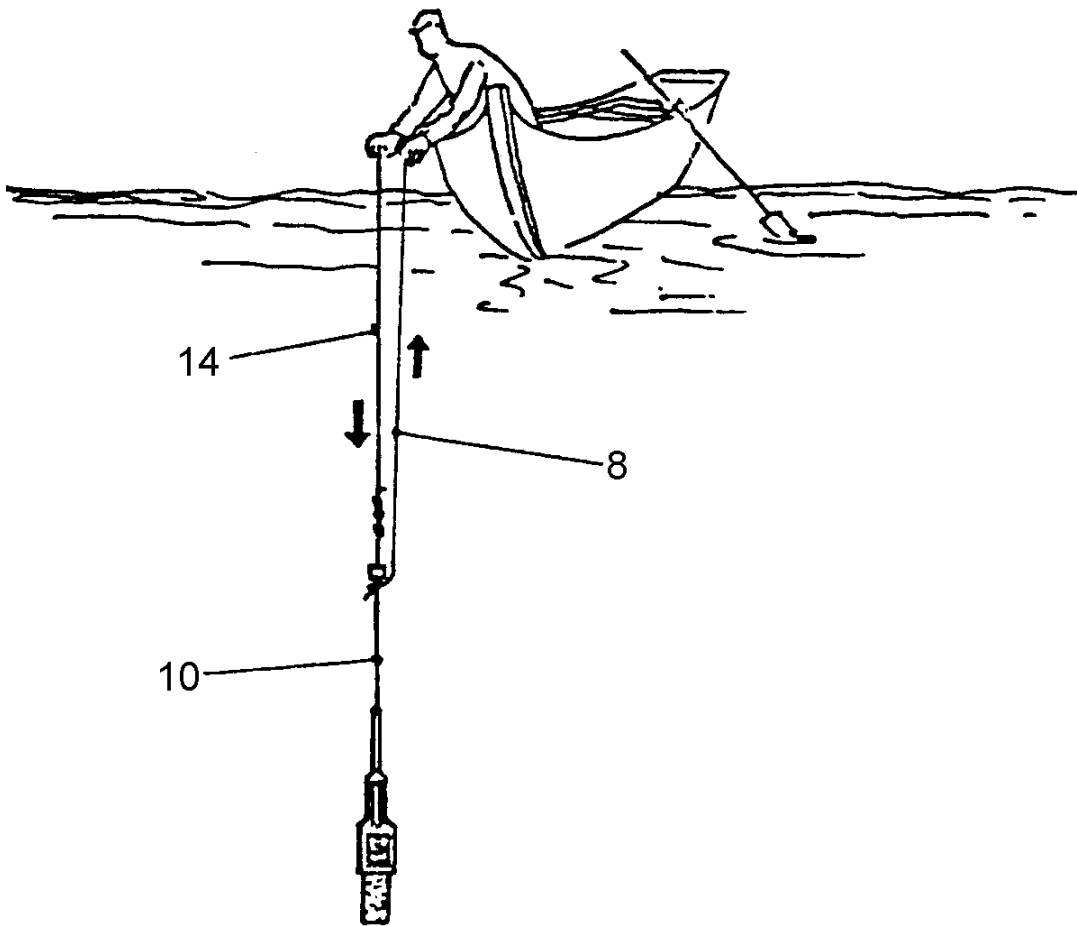

Bild 4:
(s. Bild 4 und 5)
Dies geschieht mit dem in Bild 4 dargestellten Bajonettverschluss (16). Dieser muss vor dem Probenentnahmevorgang betätigt werden.